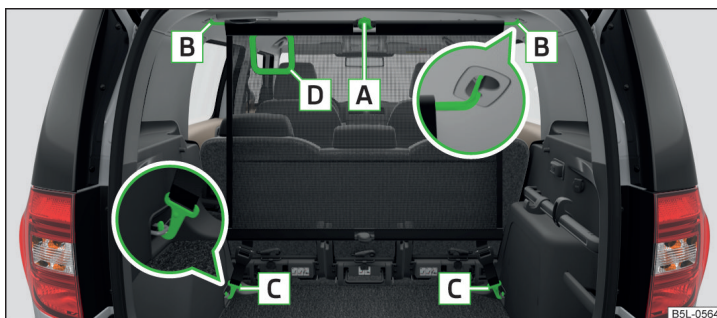

Fig. 101 Utilisation du filet de séparation derrière les sièges arrière
- Appliquez la tige transversale dans le logement [B] » fig. 101 d'abord sur un côté et poussez-la vers l'avant. Appliquez la tige transversale de la même manière dans le logement [B] de l'autre côté.
- Détachez les sangles des deux côtés et décrochez les mousquetons [C] » fig. 101.
- Appuyez sur la touche rouge de l'articulation [A] » fig. 101 - l'articulation se détache.
L'ouverture [D] » fig. 101 dans le filet de séparation sert à faire passer la ceinture de fixation trois points » page 15.